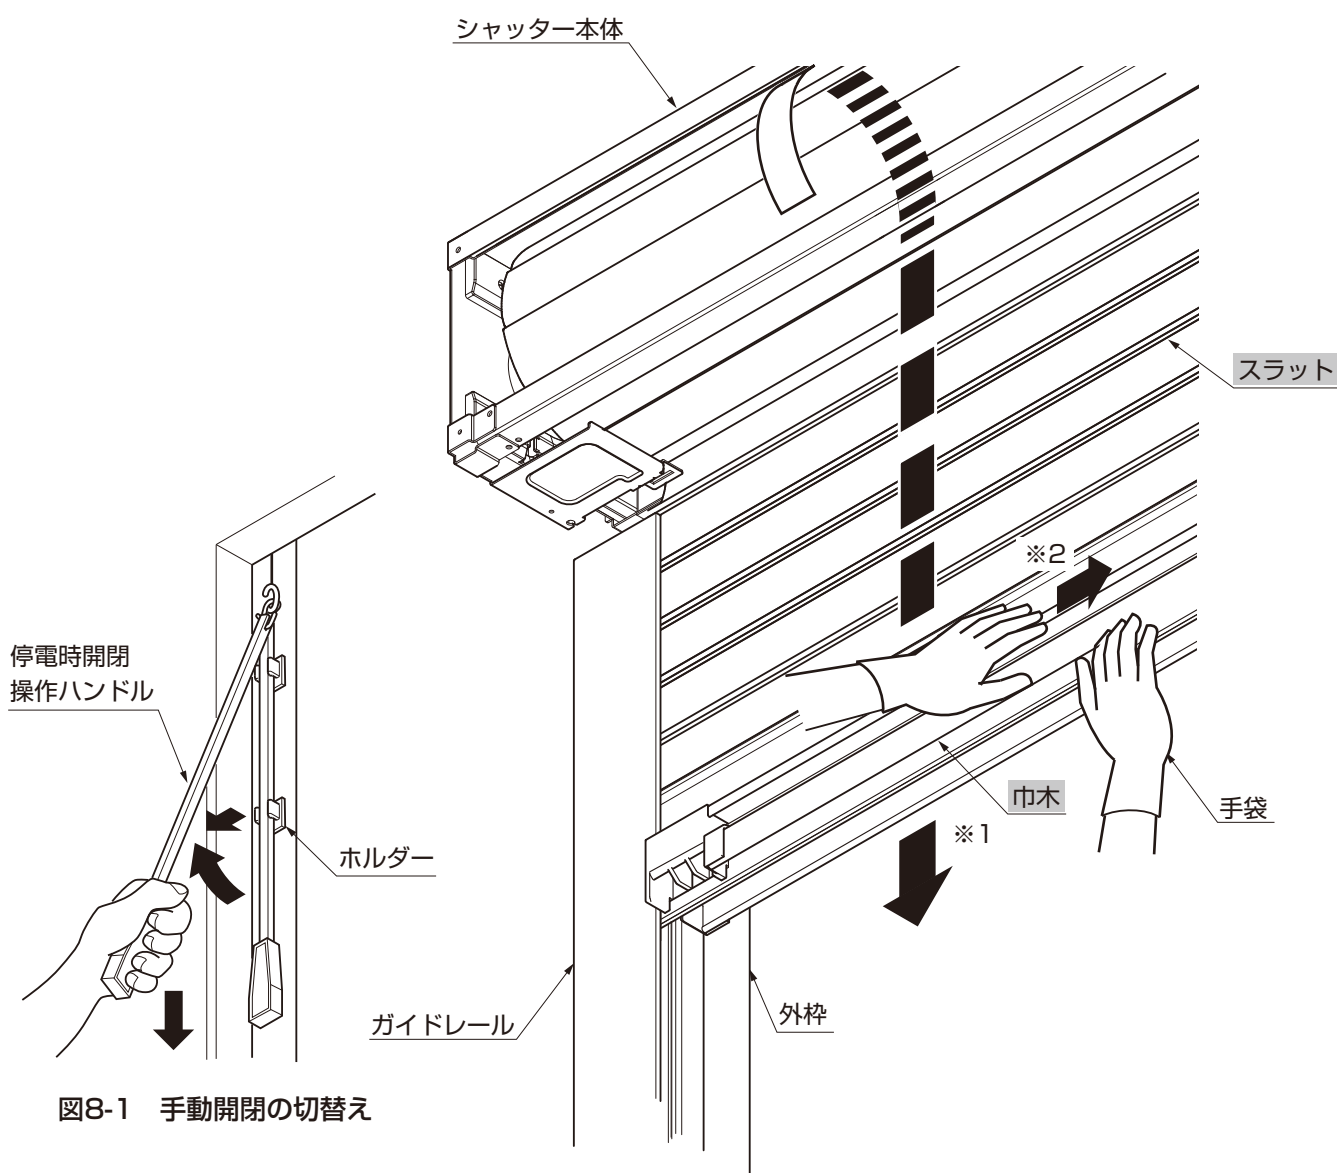

図8-1 手動開閉の切替え
- ① 停電時開閉操作ハンドルを、ホルダーから外してください。(図8-1参照)
- ② 停電時開閉操作ハンドルを、下方に引いて手動開放状態にしてください。(図8-1参照)
- ③ 巾木の中央付近を持ち、開口の1/3程度までスラットを下げてください。(※1)
- ④ シャッターのスラットや巾木に横ズレがある場合は、手で押しながら直してください。(※2)